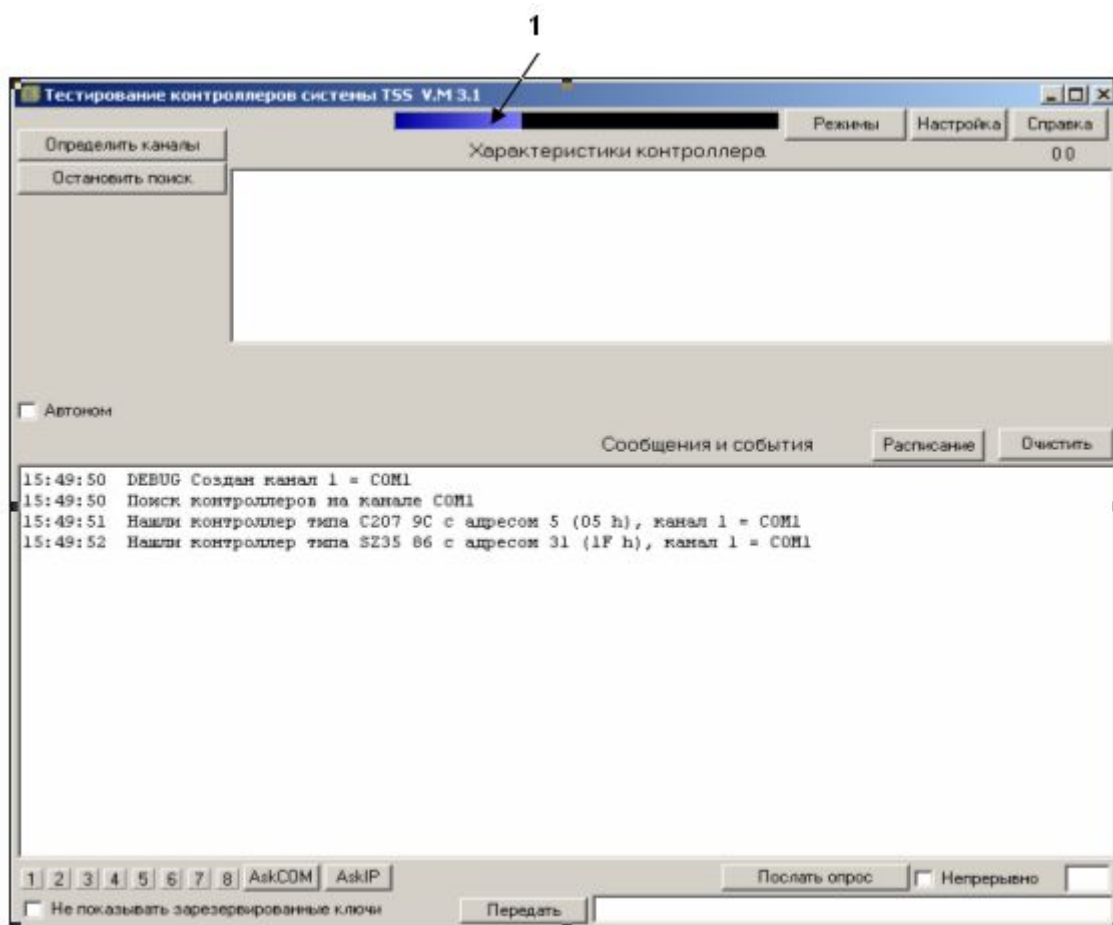

Рис. 1
После запуска программы (загрузки файла NewTest.exe) на экране появится окно вида (см. Рис. 1):
На панели (11), которая расположена ниже панели (2), отражается скорость опроса контроллера⁹. Ее изменение отображается в окне программы в виде бегунка (1) (см. Рис. 1).